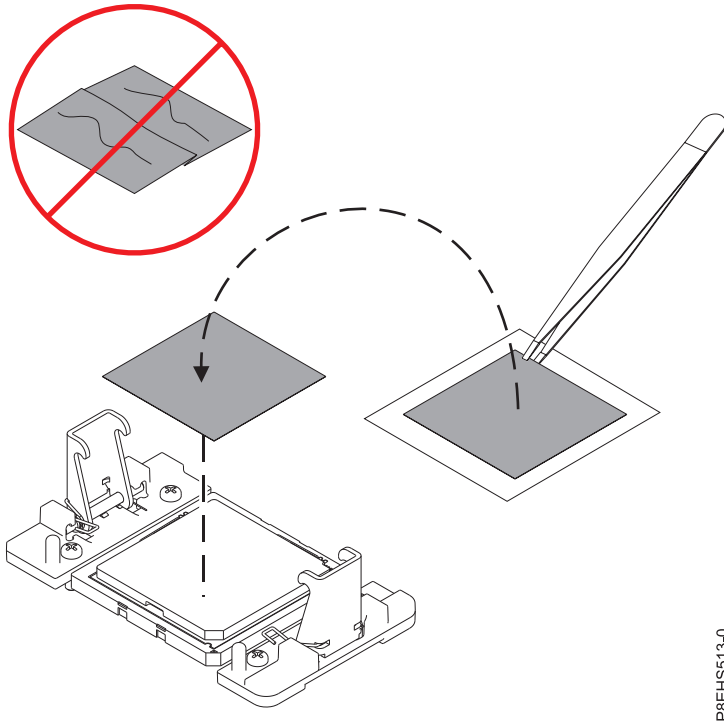

Figura 136. Colocación de un TIM de color gris nuevo en el procesador. Las caras del TIM de color gris se pueden colocar indistintamente.
- c. Utilizando las pinzas, extraiga el TIM de la banda de arrastre y céntrelo en el módulo del procesador del sistema. Las caras del TIM de color gris se pueden colocar indistintamente. El TIM de color gris se puede colocar en el procesador y centrado, tal como se muestra en la Figura 136 en la página 120.